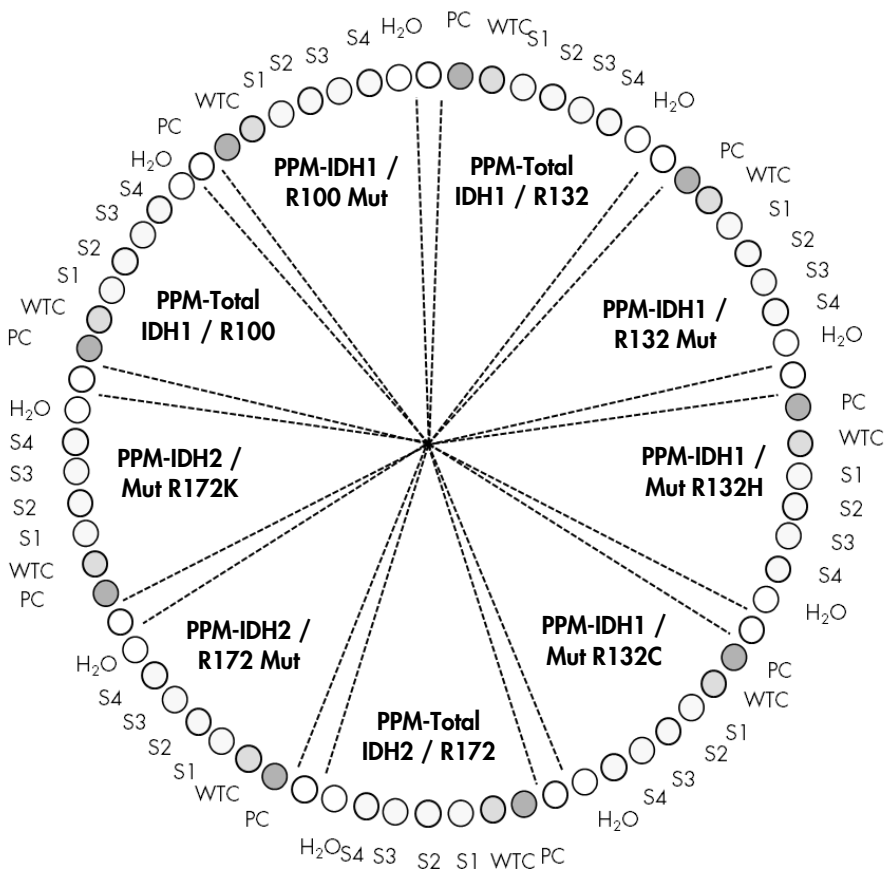

Ilustración 2. Configuración del rotor recomendada para un experimento con *therascreen* IDH1/2 RGQ PCR Kit.
- Se recomienda analizar todas las muestras a la vez en cada serie de PCR, como se indica en la tabla 2 y con la configuración de rotor y diseño de bloque de carga que se indican en la tabla 3 y la ilustración 2.
6. Coloque los tubos en el adaptador suministrado con el equipo (ilustración 2).